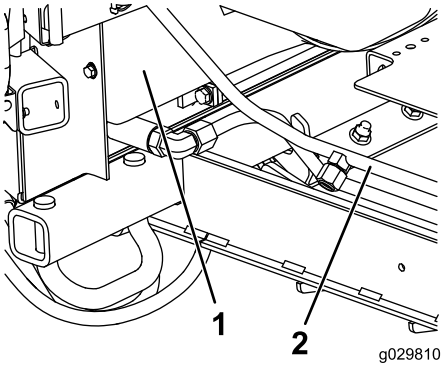

Figura 13
1. En el lado derecho de la máquina, justo por delante del bastidor del radiador, coloque un recipiente adecuado debajo de la manguera de retorno del enfriador de aceite (Figura 13 o Figura 14).